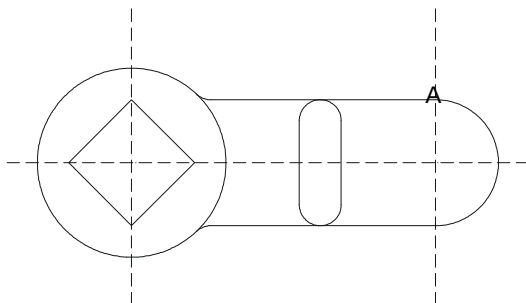

图 4-1-6
(4) 使用 TRIM 命令修剪 R60 的圆，再使用 RECTANG 命令绘制圆角半径为 20 的矩形，如图 4-1-6 所示。其具体操作如下：
基点：捕捉 A 点，如图 4-1-6 所示